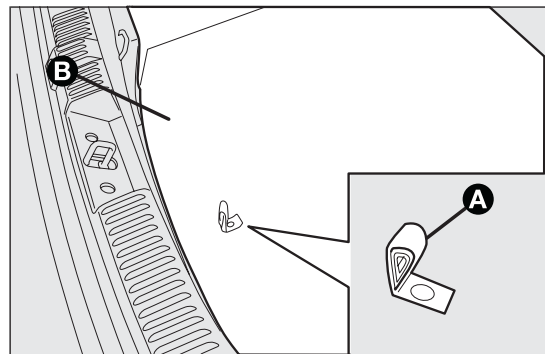

fig. 141
- ☐ spegnere il motore e tirare il freno a mano; inserire la prima marcia o la retromarcia; mediante la maniglia A rimuovere il preformato di rivestimento rigido B fig. 141;